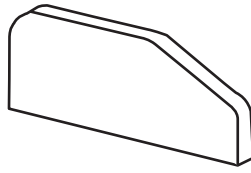

Fig. 8
- (d) Fig. 8 shows one side support for the go-kart.